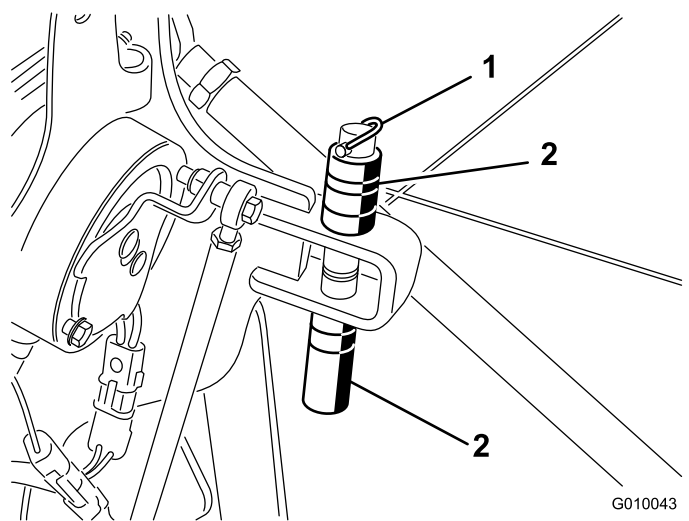

Figura 20
2. Îndepărtați cuiul de osie care fixează distanțierele și tifturile de adâncime (Figura 20).